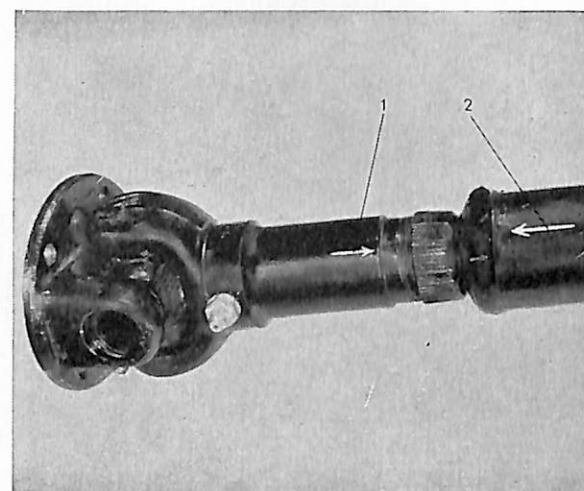
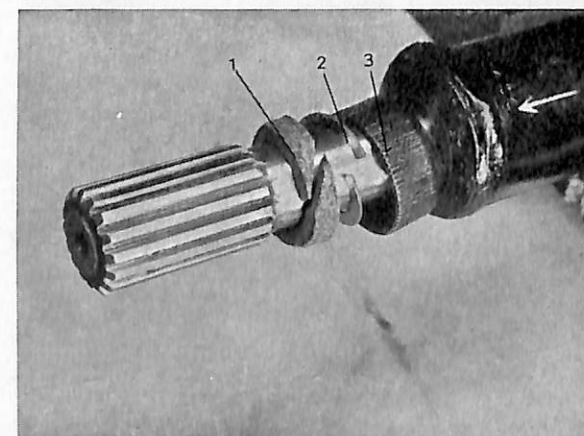

Bild 10. Hopsättning av kardanknut.
Bild 11. Axelända.
Obs! Då bakre kardanaxelns främre knut skjutes på, måste tillses att den på knuten instansade pilen (1, bild 10) kommer mitt för pilen (2) på axeln. I annat fall uppstår vibrationer då kardanaxeln roterar. Om så behövs byt packning (1, bild 11) i hållaren (3). Packningen är kluven och lätt utbytbar.